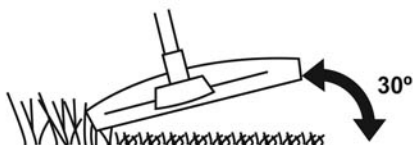

Rys. 24
- > Nigdy nie podnosić głowicy tnącej powyżej bioder (Rys. 24); im wyżej uniesiona jest głowica tnąca, tym większe ryzyko wyrzucenia przedmiotów w powietrze.